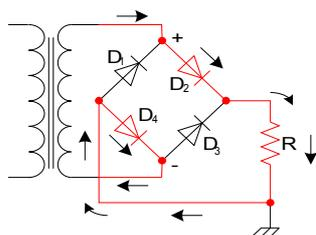

figura 17 - percorso della corrente durante la semionda positiva
- durante la semionda positiva del segnale d'ingresso, il terminale superiore della diagonale di alimentazione ha polarità positiva, mentre quello inferiore ha polarità negativa. In questo caso i diodi  $D_2$  e  $D_4$  sono polarizzati direttamente mentre i diodi  $D_1$  e  $D_3$  sono polarizzati inversamente e nel circuito circola corrente secondo il percorso indicato in figura 17; si noti in particolare come la corrente entri nel carico  $R$  dal terminale superiore.